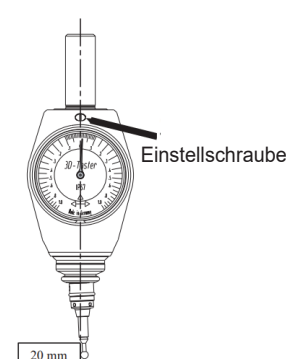

Abb. 8
- Nehmen Sie die Einstellung mit der Einstellschraube um die "halbe Differenz" vor und schließen Sie die Kalibrierung ab (Abb. 8).